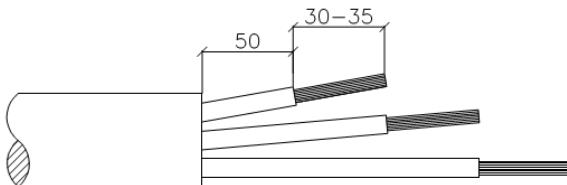

Рис. 7. Оголение электрокабеля
- 1) Оголить медную жилу кабеля двигателя на 30-35 мм, как показано на рис. 7 и зачистить её наждачной бумагой до блеска. Оголить оставшиеся жилы таким же образом и зачистить их наждачной бумагой.